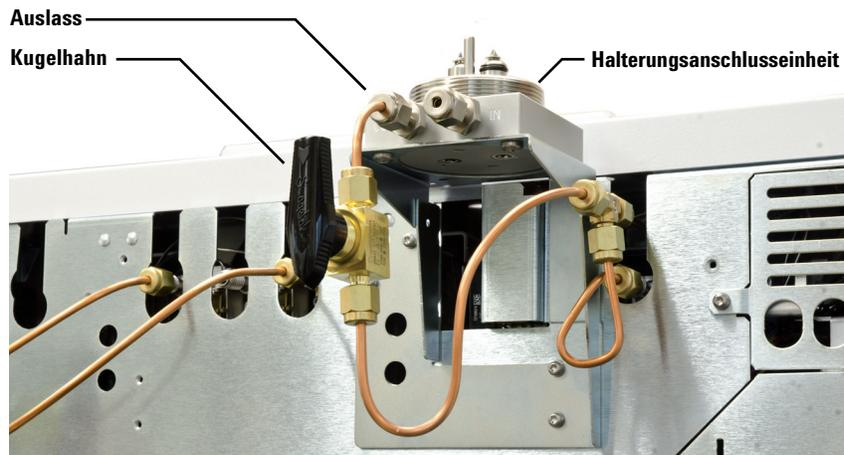

Abbildung 23. Kugelhahn, der nach dem Auslassanschluss an der Anschlusseinheit der Halterung installiert ist
- Wenn Sie den Reinigungssatz für Trägergas für 7890 (CP17988) haben, installieren Sie einen Kugelhahn unmittelbar nach dem Auslassanschluss an der Anschlusseinheit der Halterung, wie in **Abbildung 23** dargestellt.